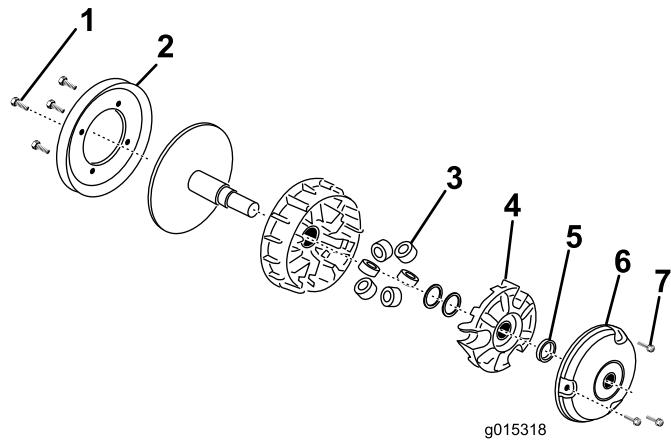

Figura 7
- Localize a embraiagem por debaixo do sistema de exaustão no lado do condutor do compartimento do motor (Figura 7).
- Retire os 4 parafusos que fixam a polia à parte traseira da embraiagem (Figura 7).
- Retire os 3 parafusos que prendem a tampa (Figura 7).
- Retire o calço limitador e guarde para quando voltar a montar (Figura 7).
- Utilize a ferramenta de remoção da aranha (TOR6016A) para retirar a aranha, rodando-a no sentido contrário ao dos ponteiros do relógio (Figura 7).
- Retire os 6 rolos e substitua-os com os novos rolos do kit (Figura 7).